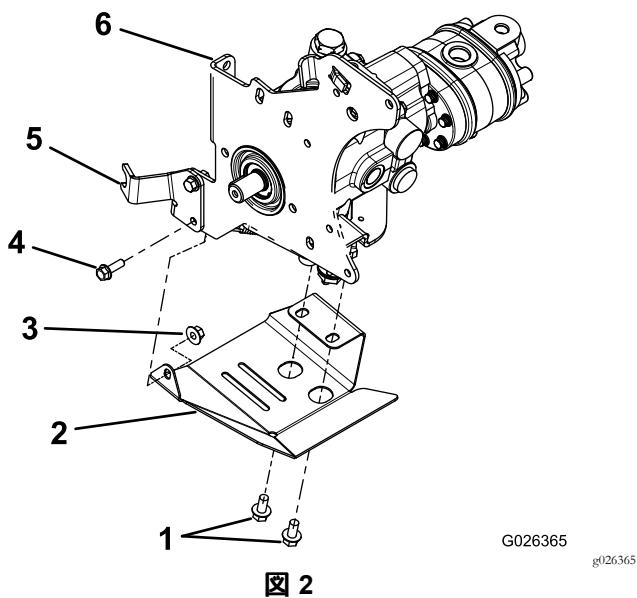

図 2
1. ケーブルサポートブラケットの低い方の端部をポンププレートに固定しているボルトとナットを外す 図 2。外したボルトは廃棄、ナットは再利用する。
2. ニュートラルブラケットをハイドロの裏側に固定しているボルト2本を外して保管する図 2。
3. 新しいハイドロガードとニュートラルブラケットを、ハイドロの裏側に取り付けるこの前のステップで外したボルト2本を使用する。この時点ではまだボルトは本締めしない図 2。
4. ケーブルサポートブラケットを、ポンププレートに仮止めする新しいボルトキットの付属品と、先ほど外したナットを使用する図 2。